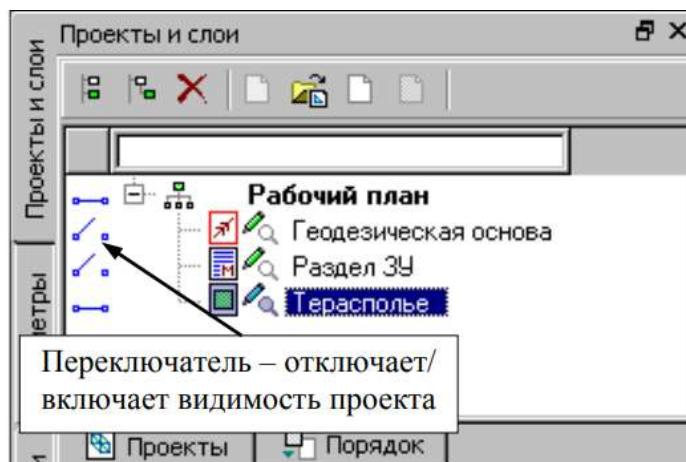

Рисунок 6 - Проекты и слои
6. Так как в наборе проектов создано три типа проектов (**Межевой план**, **Изыскания** и **Ситуационный план**), то для удобства просмотра импортированного растра следует отключить видимость проектов **Раздел ЗУ** и **Геодезическая основа**, используя переключатель видимости проекта (рисунок 6).